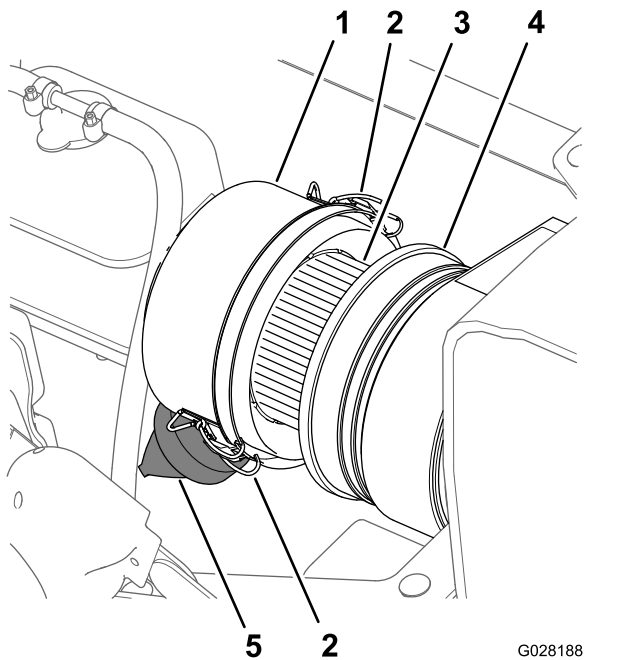
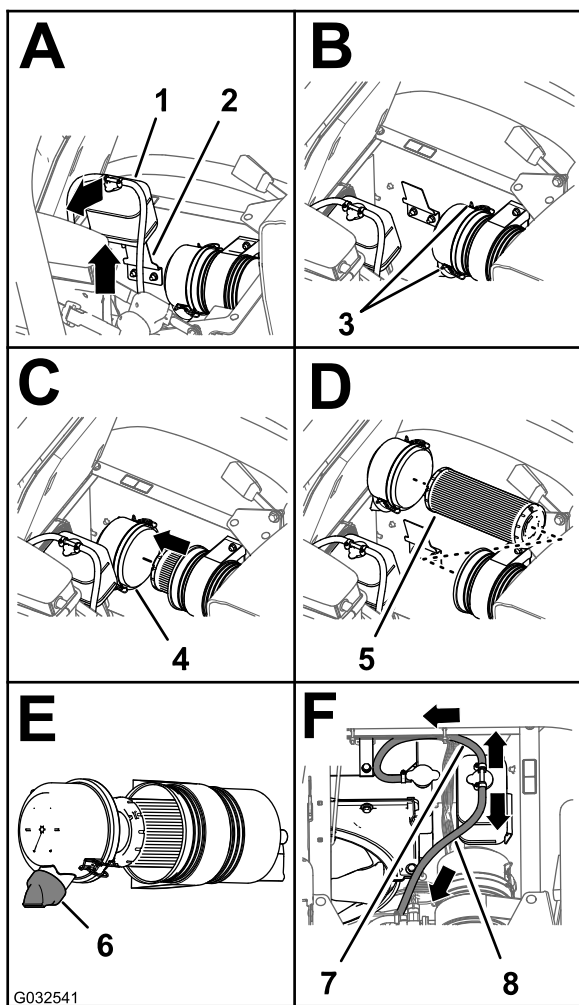

Рисунок 67
Рисунок 68
3. Очистите пылезащитную крышку и корпус воздухоочистителя (Рисунок 67).
4. Проверьте корпус воздухоочистителя на отсутствие повреждений, которые могли бы вызвать утечку воздуха (Рисунок 67).
5. Сожмите пылезащитный клапан, чтобы очистить его от загрязнений, пыли и мусора (Рисунок 67).
7. Проверьте элемент воздушного фильтра на чрезмерное скопление пыли, загрязнений и мусора (Рисунок 67).
8. Установите пылезащитную крышку на корпус воздухоочистителя и зафиксируйте ее двумя защелками (Рисунок 67).
2. Очистите пылезащитную крышку и корпус воздухоочистителя (Рисунок 67).
3. Поднимите расширительный бачок охлаждающей жидкости вверх и снимите его с опорного кронштейна бачка (Рисунок 68).
- Отпустите 2 защелки, фиксирующие пылезащитную крышку на корпусе воздухоочистителя (Рисунок 68).
клапан влажной тканью (Рисунок 67 и Рисунок 68).
- Вставьте элемент воздушного фильтра в корпус воздухоочистителя (Рисунок 68).
- Установите крышку на корпус воздухоочистителя и зафиксируйте ее двумя защелками (Рисунок 68).
Примечание: Убедитесь, что пылезащитный клапан установлен в положение «между 5 и 7 часами», если смотреть с торца (Рисунок 68).
- Совместите расширительный бачок охлаждающей жидкости с опорным кронштейном бачка и плотно посадите бачок на место (Рисунок 68).
Внимание: Убедитесь, что шланг сброса давления направлен вперед и вниз, а вентиляционный шланг бачка направлен назад, как показано на Рисунок 68.